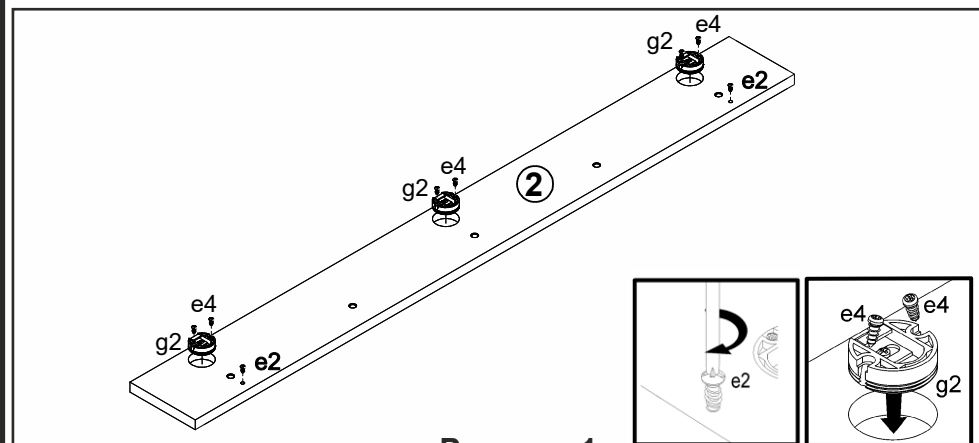

Рисунок 1
3. В отверстия диаметром **35 мм** на задней поверхности щита заднего **2** вставить петли для навешивания **g2** и закрепить их шурупами **e4** пользуясь крестообразной отверткой (см.рис.1).
4. В отверстия **Ø5 мм** на задней поверхности щита заднего **2** вкрутить еврошурупы **e2** (см.рис.1).